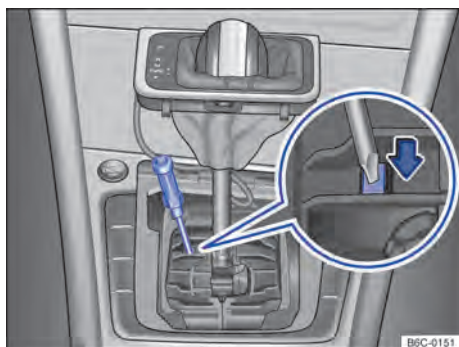

Fig. 102 Desinstalar a cobertura da alavanca seletora e destravar o bloqueio da alavanca seletora emergencialmente.
- Com o auxílio de uma chave de fenda pressionar cuidadosamente a alavanca de destravamento no sentido da seta e manter nessa posição → Fig. 102.